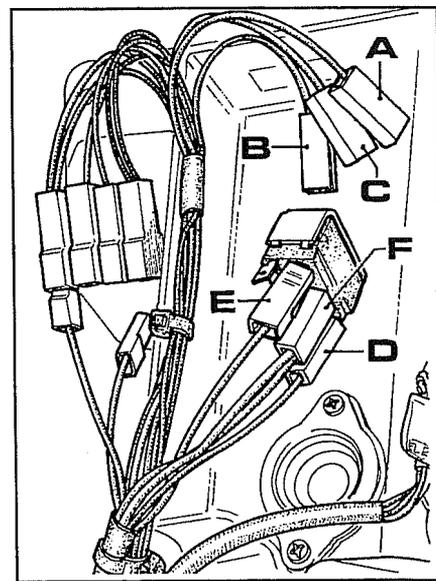

Fig. 44
8. Brancher les câbles du câblage machine **D-E-F** à l'interrupteur soulevé/abaissé en respectant l'accouplement suivant (cf. fig.44) :